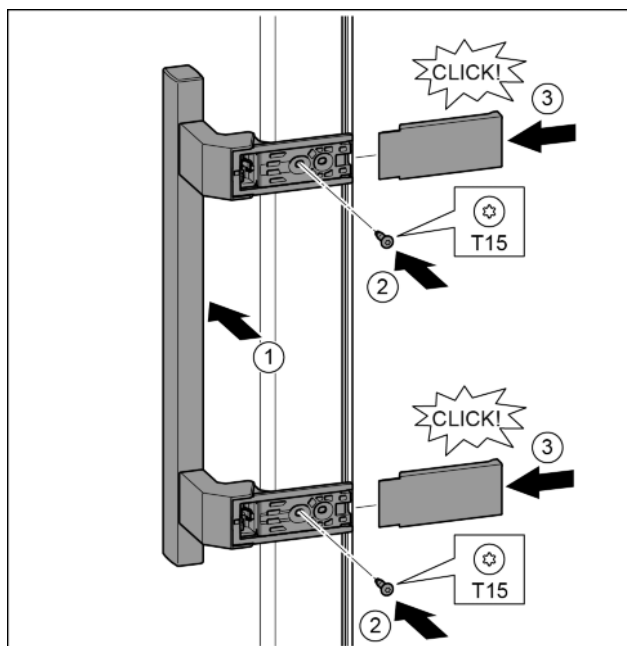

Fig. 19
- ▶ Założyć uchwyt po przeciwległej stronie. Fig. 19 (1)
- ▶ Śruby przykręcić przy pomocy śrubokręta T15. Fig. 19 (2)
- ▶ Osłony założyć z boku i wsunąć. Fig. 19 (3)